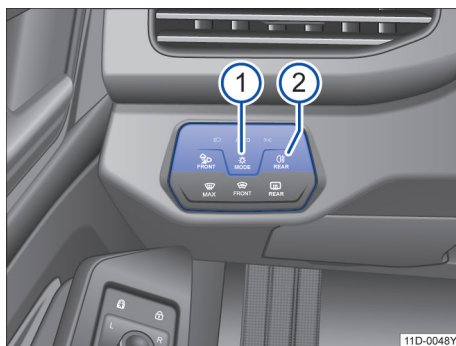

图 74 仪表板局部视图：灯光按钮
- 反复点击按钮(图 74 1)，直至相应的指示灯亮起。
– 打开后雾灯：按压按钮  → 图 74②。按钮中的指示灯亮起。同时组合仪表中的指示灯  亮起黄色。